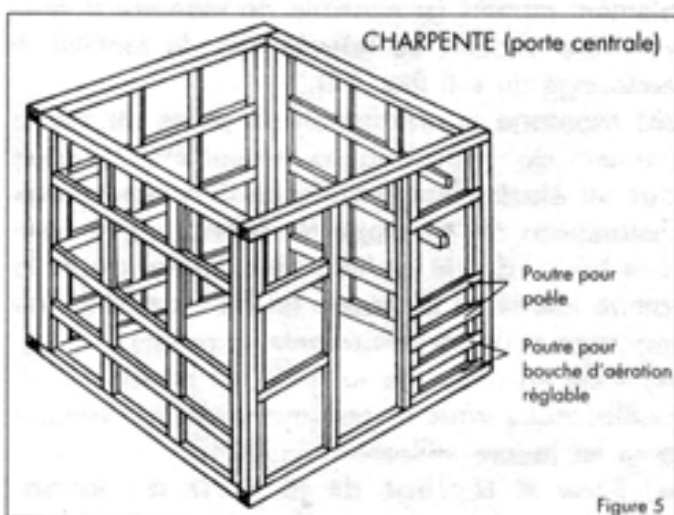

Figure 5
- Assemblage des cadres de la charpente (fig. 5 et 10).
- Montage des cadres de la charpente (fig. 5 et 10).